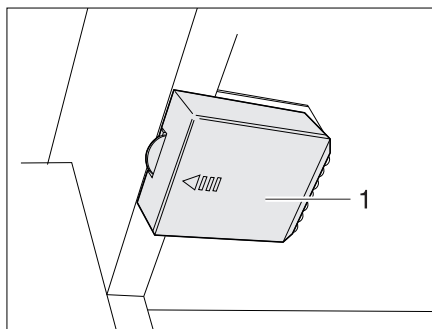

Fig. 284 Eclairage de la penderie avec DEL, compartiment à piles fermé
- Pousser le couvercle (Fig. 284,1) dans la direction de la flèche.